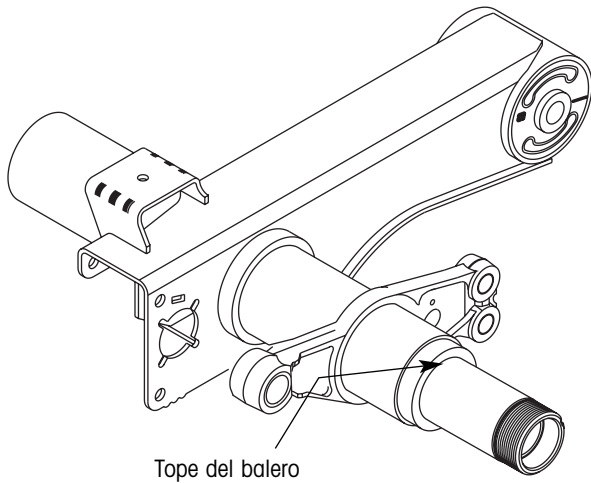

Figura 79. Asegúrese que el tope del balero este libre de suciedad
5. Utilice sus dedos para verificar que el lado del tope del balero en el eje y el lado de la maza que hace contacto con este tope estén completamente libres de suciedad (figura 79).